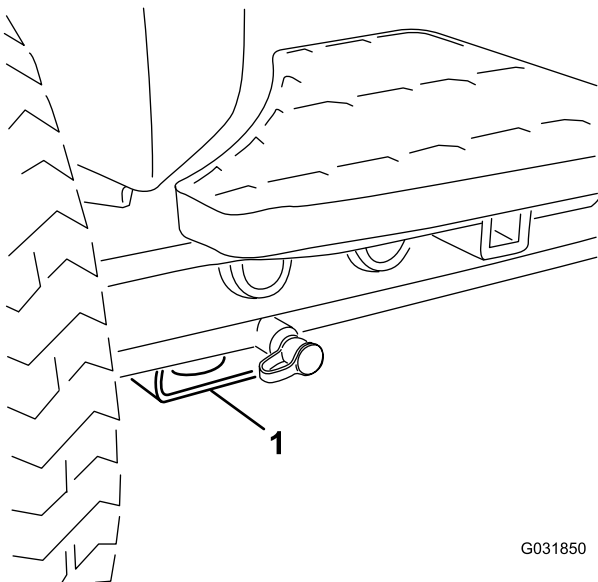

Figura 38
- Delantero – bloque rectangular, debajo del tubo del eje, al interior de cada rueda delantera (Figura 38)